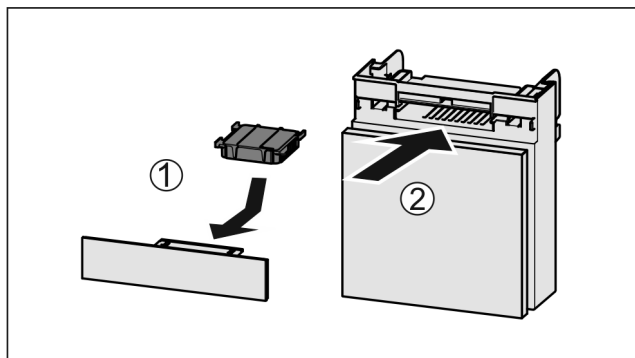

Fig. 213
- ▶ Umetnite filter s aktivnim ugljenom kao što je prikazano na slici Fig. 213 (1).
- ▶ Umetnite pretinac Fig. 213 (2).